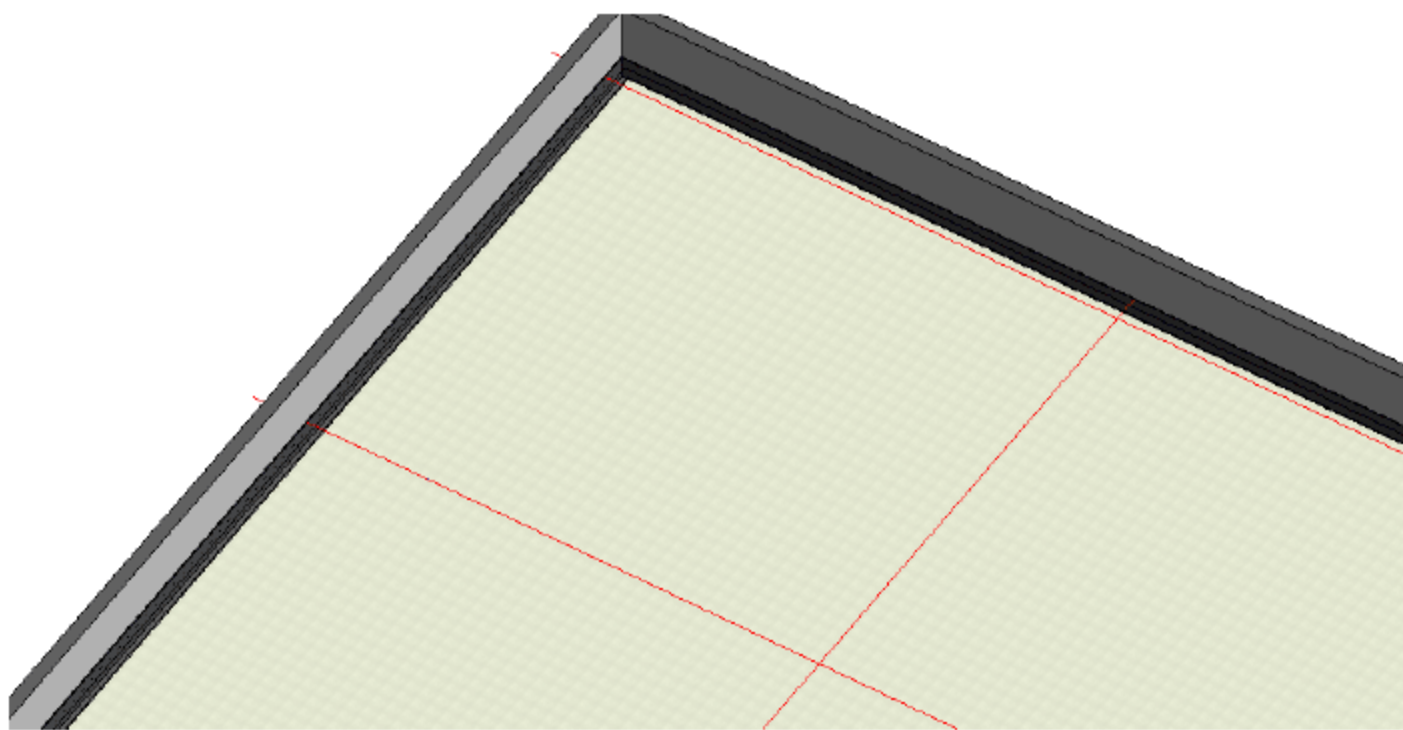

图 12.2.15 3D 效果图
(7) 完成“内檐口”的绘制，3D 效果如图 12.2.15 所示。